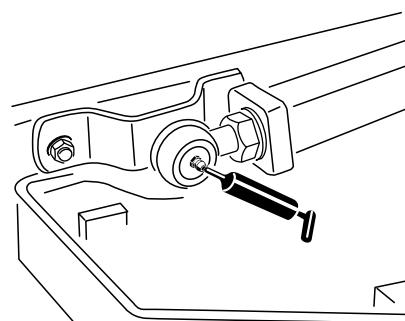

Bild 80
- Zwei Hubarm-Kugelgelenke (Bild 80)